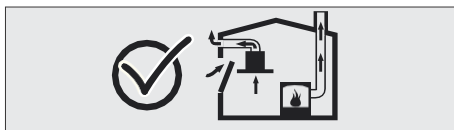

Fig. 3
- Por lo tanto, siempre debe garantizarse una entrada de aire fresco adecuada, Fig. 3